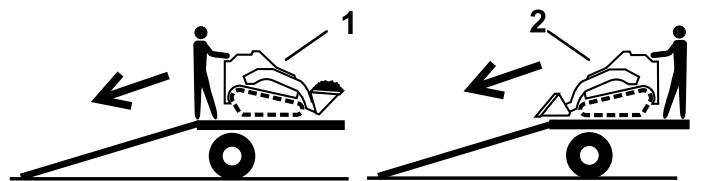

Figura 22
2. Descarregue a máquina do atrelado com a extremidade pesada para cima na rampa, carregando as cargas em baixo (Figura 22).